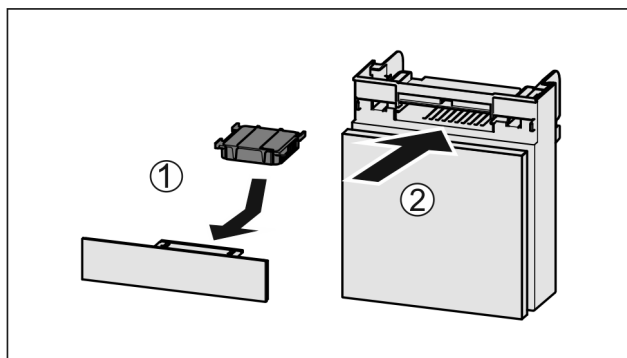

Fig. 51
- Aktivkohlefilter nach Abbildung einsetzen Fig. 51 (1).
- Fach einschieben Fig. 51 (2).